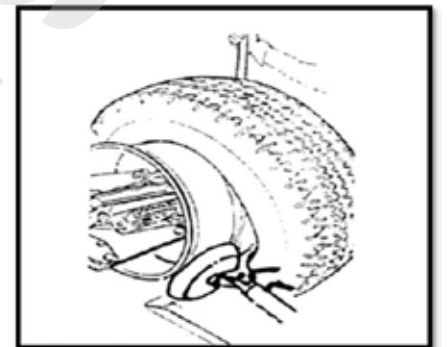

Рис. 11
- (7) Вращайте колесо против часовой стрелки, чтобы полностью снять внешний борт шины с колеса (рис. 11).